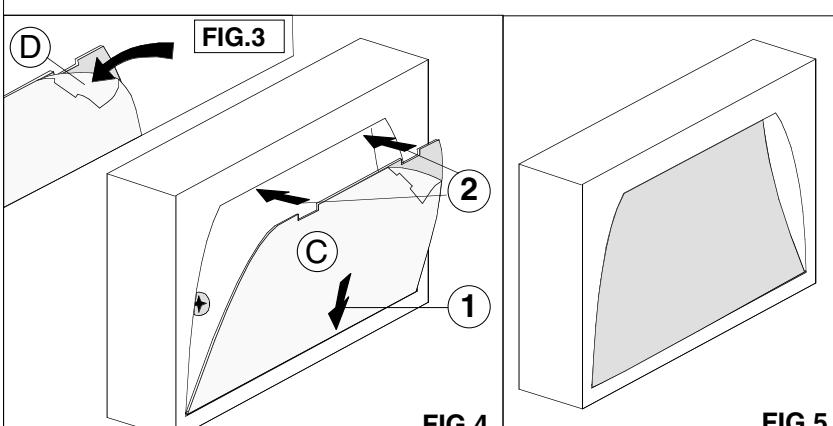

FIG.5
- Immurare la scatola elettrica A (tipo 503) in dotazione a filo dell'intonaco e inserire il cavo di rete.**FIG.5**
- Wall the included electrical box A (type 503) to the same level of the plaster and insert the main cable.**FIG.5**
- Encastre la boîte électrique fournie au ras du plâtre et insérez le câble du réseau.**FIG.5**
- Encastrar la caja eléctrica A (tipo 503) a ras con el yeso e inserte el cable de red.**FIG.5**